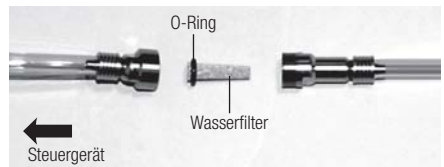

Abb. 26
- 2) Wenn das Wasserfiltergehäuse offen ist, kann der Filter herausgenommen werden (Abb. 26). Ersetzen Sie ihn durch einen neuen Filter und setzen Sie das Gehäuse in umgekehrter Reihenfolge wieder zusammen.
Montieren Sie den Wasserfilter in der richtigen Richtung (Abb. 26).